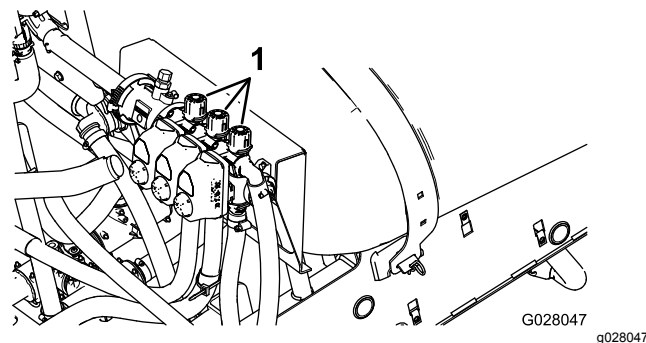

Figura 86
2. Desligue o interruptor de secção esquerda e ajuste a válvula de derivação de secção esquerda (Figura 86) até que a leitura da pressão se encontre no nível previamente ajustado (habitualmente 2,75 bar).
4. Ajuste a válvula de derivação da secção direita (Figura 86) até que a leitura da pressão se encontre no nível previamente ajustado (habitualmente 2,75 bar).
6. Ajuste a válvula de derivação da secção central (Figura 86) até que a leitura da pressão se encontre no nível previamente ajustado (habitualmente 2,75 bar).